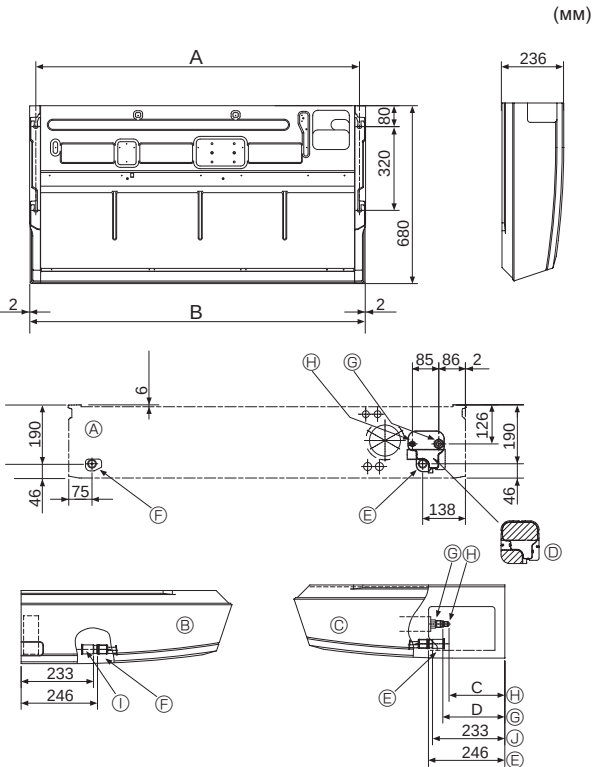

Fig. 3-2
3.2. Підготовка до встановлення (Fig. 3-2)